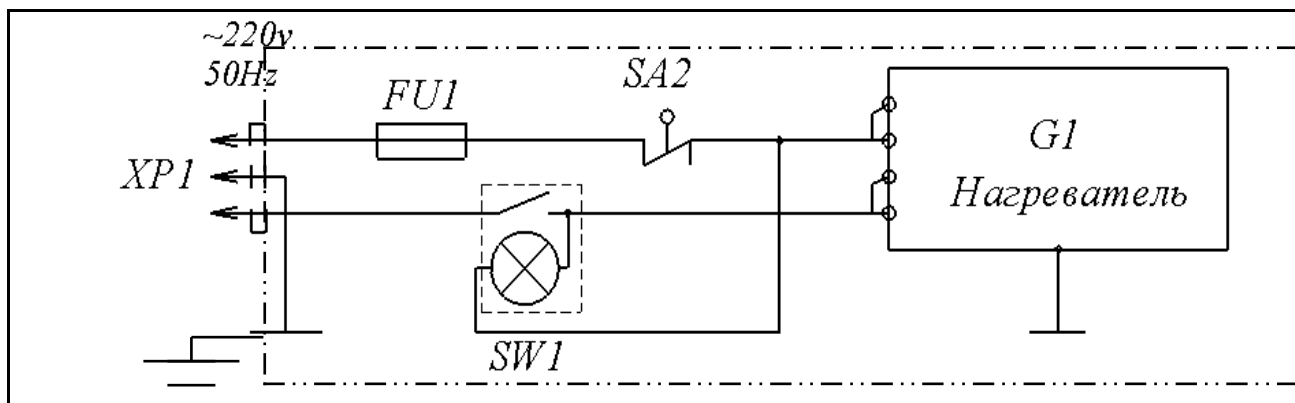

Рис. 2 Схема электрическая принципиальная
- При включении вулканизатора в цепь (рис.2) ток проходит через замкнутые контакты терморегулятора SA2, предохранитель FU1 и нагревательный элемент G1. Тепло, выделяемое нагревательным элементом G1, нагревает рабочую поверхность плиты и через нее профильную плиту 9 с ремонтируемой покрышкой или подложку 15 с камерой. Когда температура плиты возрастет до заданной величины, происходит размыкание контактов терморегулятора SA2, цепь нагревательного элемента G1 обесточивается, нагрев плиты прекращается, сигнальная лампа выключателя SW1 гаснет.